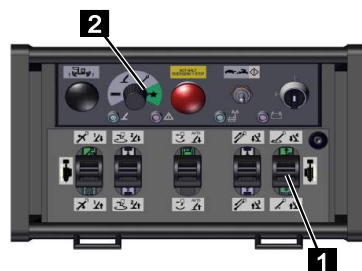

Fig. 115
2. Mettre le sélecteur de fonction sur [Fonctions spéciales] (vert) (Fig.115/2).
3. Pousser le levier de commande (Fig.115/1) vers l'avant jusqu'à ce que le pack des profilés soit levé et que le mouvement s'arrête automatiquement.